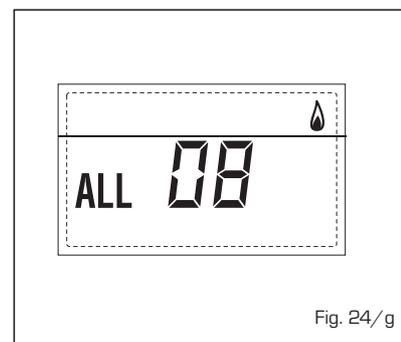

Fig. 24/g
- ANOMALÍA CIRCULACIÓN AGUA "AL 09" (fig. 24/h)